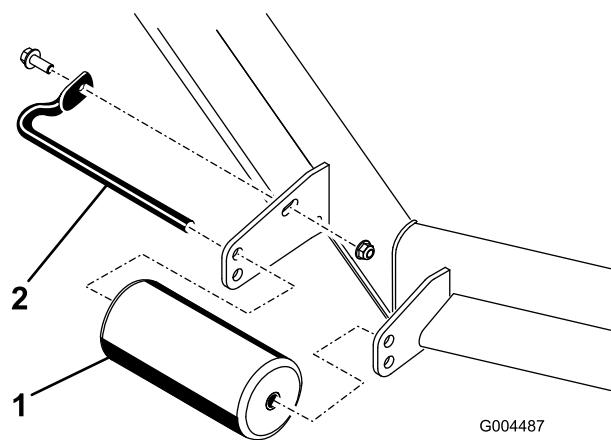
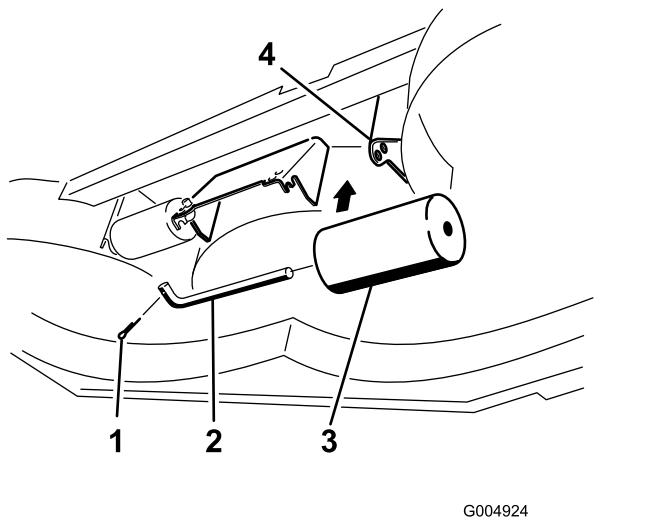

图10
图14
4. 卸下剪草机上固定各个滚筒的紧固件并根据需要上下移动滚筒请参阅适用于您的剪草机的 图10 至 图14。